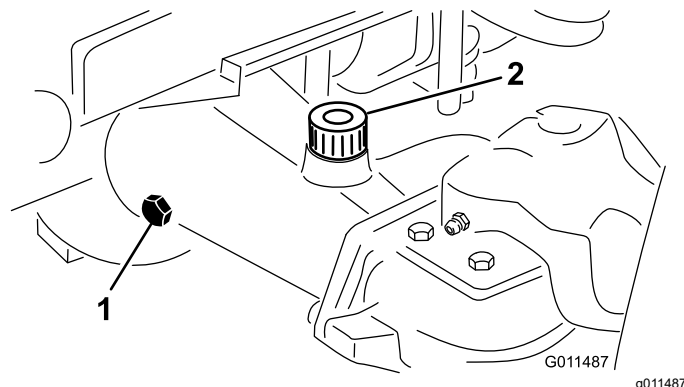

Рисунок 16
2. Снимите контрольную пробку с одного конца моста и убедитесь, что масло доходит до низа отверстия (Рисунок 16).